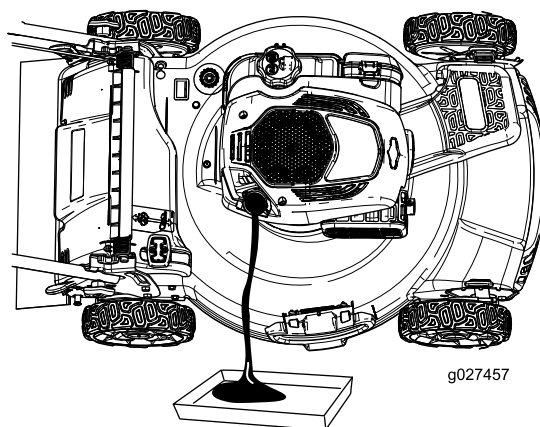

Figura 24
3. Ponga la máquina de lado con el filtro de aire hacia arriba para drenar el aceite usado a través del tubo de llenado de aceite (Figura 24).